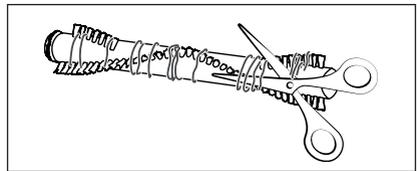

Abb. 26
- 4) Schneiden Sie Fäden und Haare entlang der Borsten der Bürstenrolle 21 mit einer Schere durch (siehe Abb. 26). Entfernen Sie Fäden und Haare von der Bürstenrolle 21.